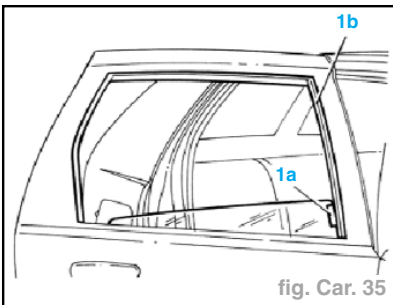

fig. Car. 35
- Détacher la vitre du dispositif lève-glace, dégager l'élément de fixation (1a) et déboîter le guide (1b) de glace de son logement (fig. Car. 35).